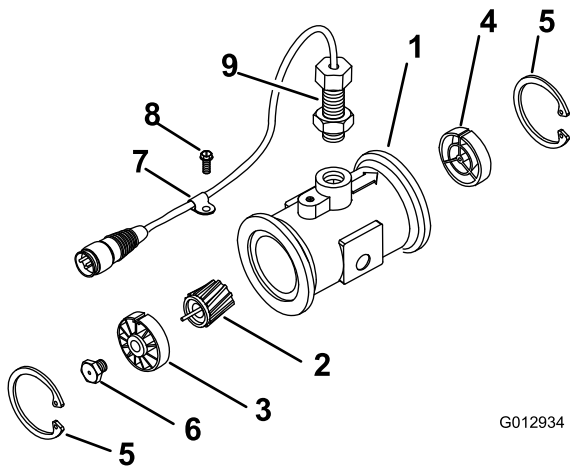

Bild 65
3. Entfernen Sie den Haltering an der vorgeschalteten Seite (Bild 65).